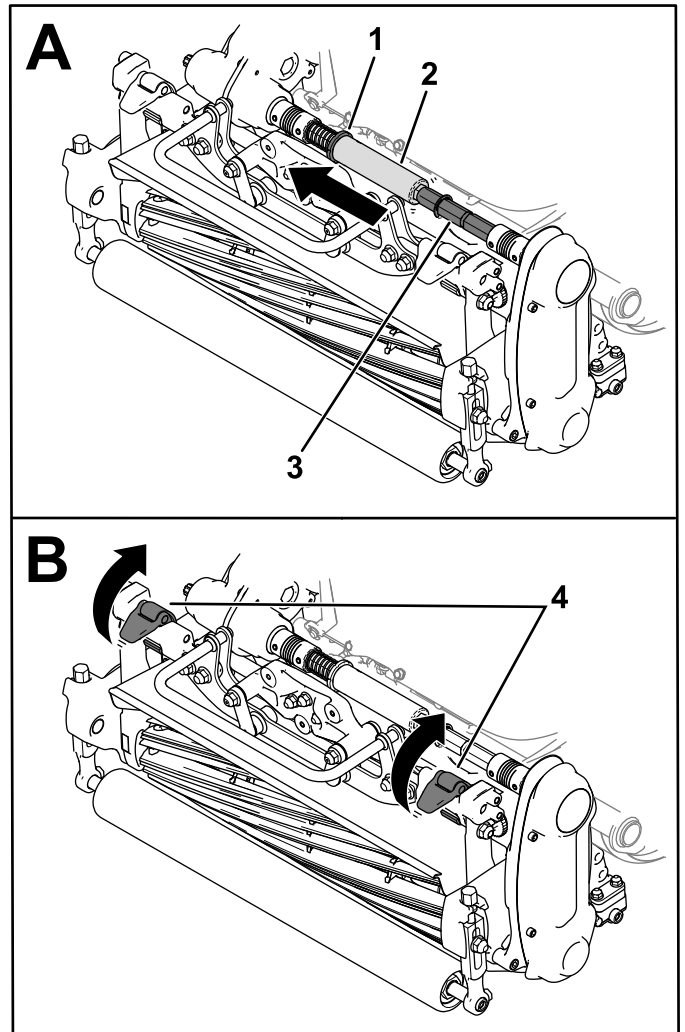

Figura 38
3. Mueva el collarín (Figura 38) en la ranura del eje de la transmisión.
4. Deslice el tubo hexagonal para sacarlo del eje del acoplamiento de la unidad de corte (Figura 38).
5. Suba los cierres de la suspensión para liberar la unidad de corte de la máquina (Figura 38).